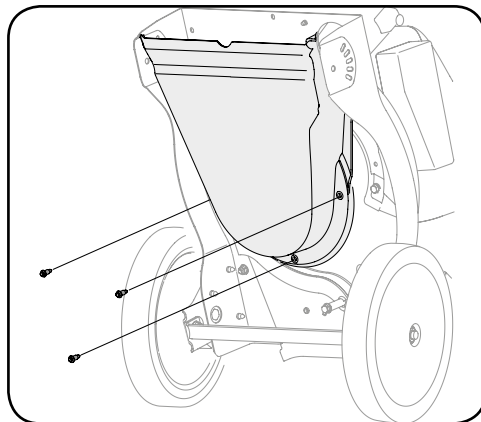

Рисунок 5-7
7. Осторожно наклоните и поддерживайте машину для обеспечения доступа снизу к элементам крепления сопла и крыльчатке. Выкрутите три ступенчатых болта, которыми нижний кожух измельчителя из черного пластика крепится к нижнему кожуху машины. См. рисунок 5-7.